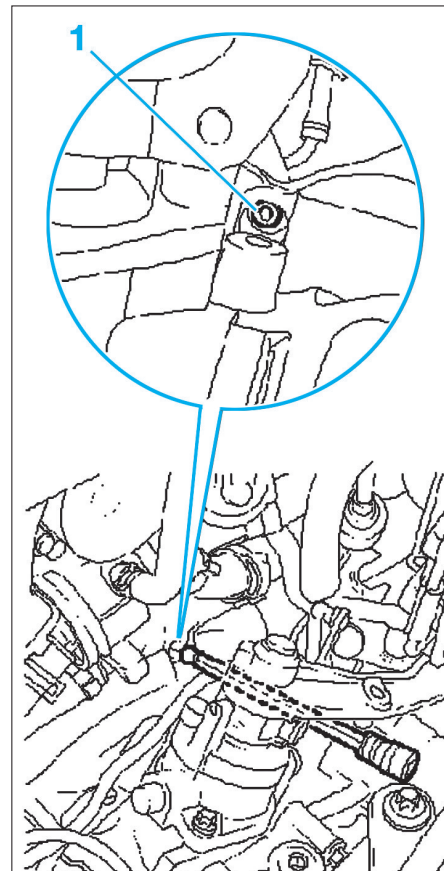

FIG. 3
- la vis supérieure (1) du démarreur (Fig.3).